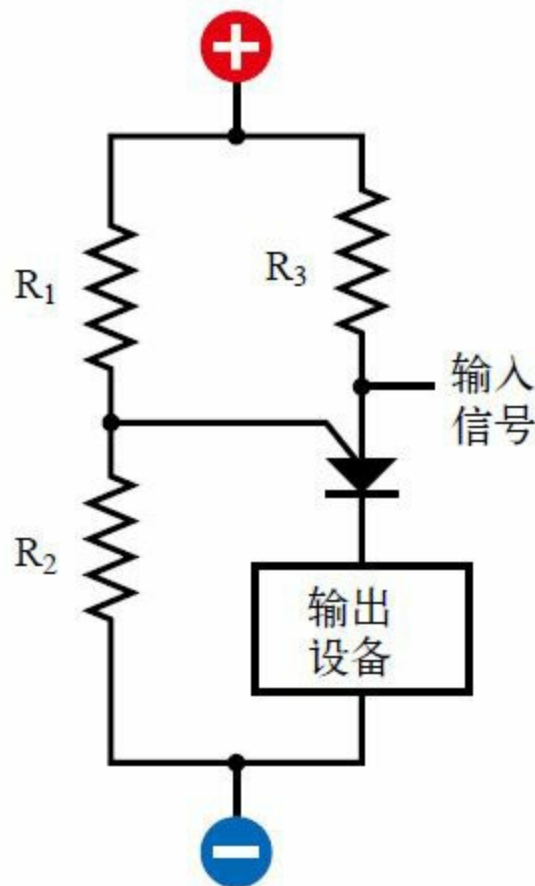

图2-102 这个简单的电路原理图显示了如何使用PUT。 $R_1$ 和 $R_2$
□门极电压用两个电阻器来调节，如图2-102的简单电路原理图中的 $R_1$ 和 $R_2$